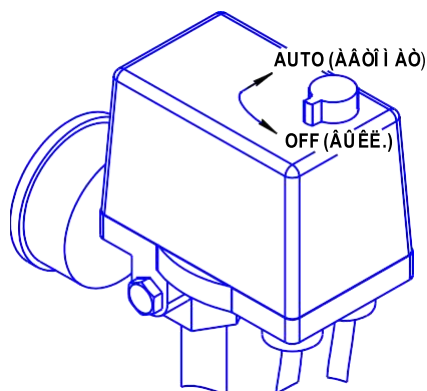

Рисунок 2
- 1 Проверьте, чтобы выключатель на прессостате находился в выключенном положении "OFF" (см. рисунок 2).
- 1 Выключить компрессор выключателем на прессостате. Для этого необходимо переключить выключатель в положение "OFF" (см. рисунок 2). После этого остановится электродвигатель и произойдет сброс давления из нагнетательного воздухопровода и поршневого блока.
Для пуска компрессоров СБ4/Ф-500.LT100, СБ4/Ф-500.LT100/16-7.5 после срабатывания защиты выполните следующие действия: после того, как двигатель остынет до допустимой температуры, переключите выключатель на прессостате в положение "OFF" (см. рисунок 2), а затем включите компрессор, переключив выключатель в положение "AUTO".